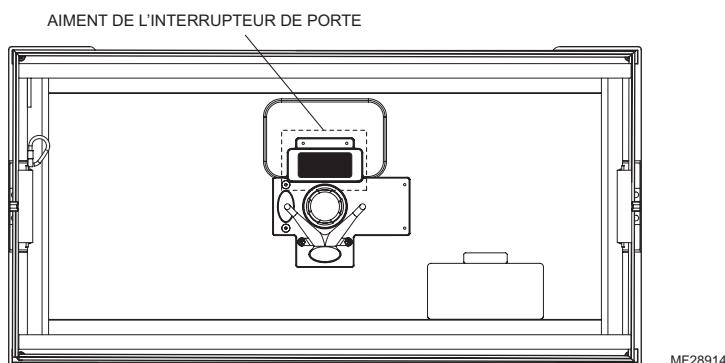

Fig. 16. Aimant de l'interrupteur de la porte.
- Attacher la porte de l'épurateur d'air amélioré de Honeywell à l'armoire. Un aimant dans la porte (voir Fig. 16) est utilisé pour activer un interrupteur de sécurité dans l'alimentation lorsque la porte est installée. L'électricité n'active pas l'épurateur d'air à moins que l'interrupteur de sécurité soit activé.
**REMARQUE :** Un aimant dans la porte (voir Fig. 16 page 19) est utilisé pour activer un interrupteur de sécurité dans l'alimentation lorsque la porte est installée. L'électricité n'active pas l'épurateur d'air à moins que l'interrupteur de sécurité soit activé.